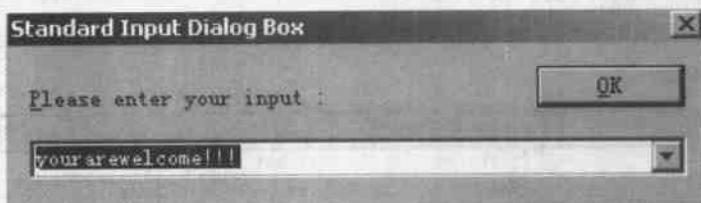
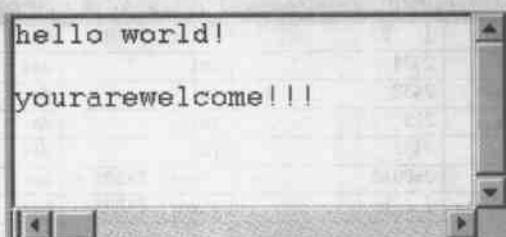

图 4.11 输入字符串对话框
图 4.12 运行结果
- (1) 成功生成目标文件 hello.out 后,先让系统复位,在 File 菜单中执行 Load program... 命令,加载可执行程序。
- (2) 在工程窗口中双击 hello.c 文件,打开源文件编辑窗口,将光标放在行语句“fprintf(fpstr, "%s", scanStr);”上,按 F9 键,或者在工具栏上单击  按钮,设置断点,此时,该行语句前面将出现一个红色的圆点。
- (3) 执行菜单命令 Debug→Run,或者在 Debug 工具栏上单击  按钮,将出现如图 4.11 所示的输入一个字符串对话框,并将输入的字符串存入文件,然后从文件中读出该字符串,并输出到屏幕上,如图 4.12 所示。